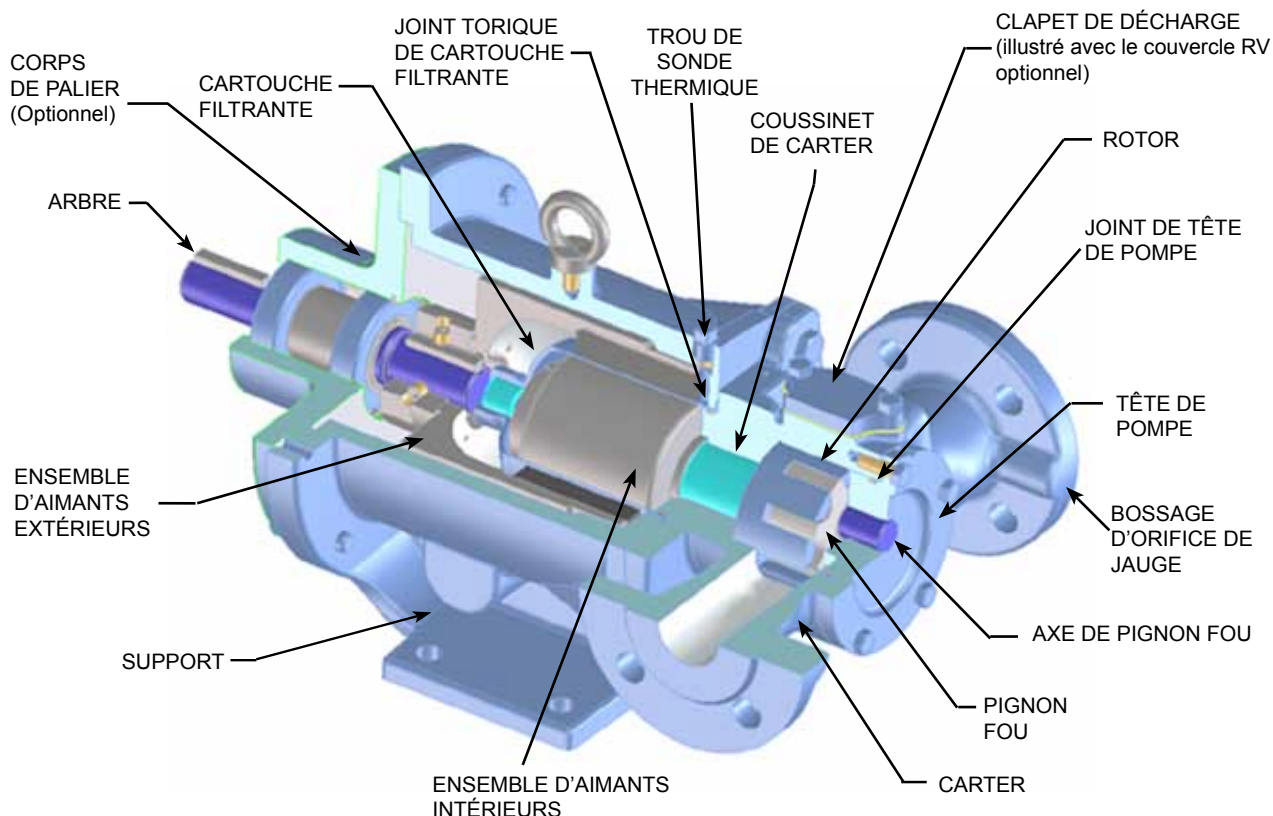

FIGURE 4
1. Pour vider la pompe du liquide pompé, retirer les deux (2) bouchons de vidange au fond du carter. Une fois le liquide évacué, remettre les bouchons en place.
2. Voir les figures 4, 6 et 7 pour les noms des pièces.